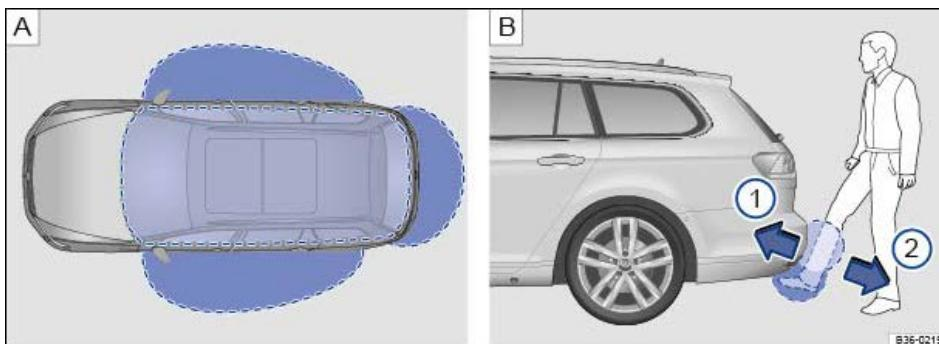

Abb. 38 Schlüsselloses Schließen- und Startsystem Keyless Access: Näherungsbereiche. Gepäckraumklappe mit sensorgesteuerter Öffnung (Easy Open) öffnen.
Keyless Access ist ein schlüsselloses Schließen- und Startsystem, mit dem das Fahrzeug ohne aktive Fahrzeugschlüsselbenutzung ent- oder verriegelt werden kann. Dazu muss sich nur ein gültiger Fahrzeugschlüssel im Näherungsbereich des Fahrzeugs \Rightarrow Abb. 38 befindet und eine der Sensorflächen in den Türgriffen \Rightarrow Abb. 39 berührt werden oder das Volkswagen Emblem in der
Wenn sich ein gültiger Fahrzeugschlüssel in einem Näherungsbereich \Rightarrow Abb. 38 befindet, erteilt das schlüssellose Schließen- und Startsystem Keyless Access diesem eine Zugangsberechtigung, sobald eine Sensorfläche am Türgriff berührt oder das Volkswagen Emblem in der Gepäckraumklappe betätigt wird. Anschließend sind folgende Funktionen ohne aktive Fahrzeugschlüsselbenutzung möglich:
Wenn das Fahrzeug verriegelt ist und sich ein gültiger Fahrzeugschlüssel im Näherungsbereich ⇒ Abb. 38 A der Gepäckraumklappe befindet, entriegelt die Gepäckraumklappe beim Öffnen automatisch.
Wenn sich ein gültiger Fahrzeugschlüssel im Näherungsbereich ⇒ Abb. 38 A der Gepäckraumklappe befindet, kann die Gepäckraumklappe mit einer Fußbewegung in die Sensorbereiche ⇒ Abb. 38 B unterhalb des hinteren Stoßfängers entriegelt und geöffnet werden.
- Fuß und Schienbein in einer zügigen Bewegung möglichst nah an den Stoßfänger führen. Das Schienbein muss sich im oberen und der Fuß im unteren Sensorbereich befinden ⇒ Abb. 38 B (1).
- Fuß und Schienbein wieder zügig aus den Sensorbereichen entfernen ⇒ Abb. 38 B (2). Die Gepäckraumklappe öffnet selbstständig. Die Gepäckraumabdeckung öffnet sich je nach im Infotainmentsystem eingestellter Funktion selbstständig bis zur Mitte des Gepäckraums ⇒ Menü- und Systemeinstellungen \(SETUP\) .
Wenn sich ein gültiger Fahrzeugschlüssel im Näherungsbereich ⇒ Abb. 38  der geöffneten Gepäckraumklappe befindet, kann durch Betätigen der Easy Close-Taste  das Fahrzeug verriegelt werden. Die Gepäckraumklappe wird bei Entfernen des gültigen Fahrzeugschlüssels aus dem Näherungsbereich automatisch geschlossen ⇒ Gepäckraumklappe elektrisch öffnen und schließen.
- Mit einem gültigen Fahrzeugschlüssel in den Näherungsbereich der mindestens bis zur Hälfte des Öffnungswinkels geöffneten Gepäckraumklappe stellen ⇒ Abb. 38 .